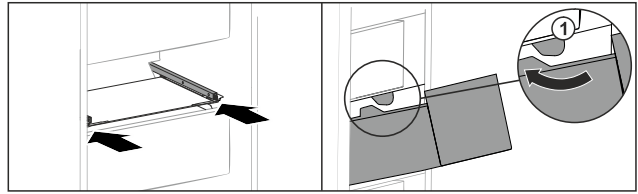

Fig. 198
- Guider le tiroir en contournant les butées Fig. 198 (1).